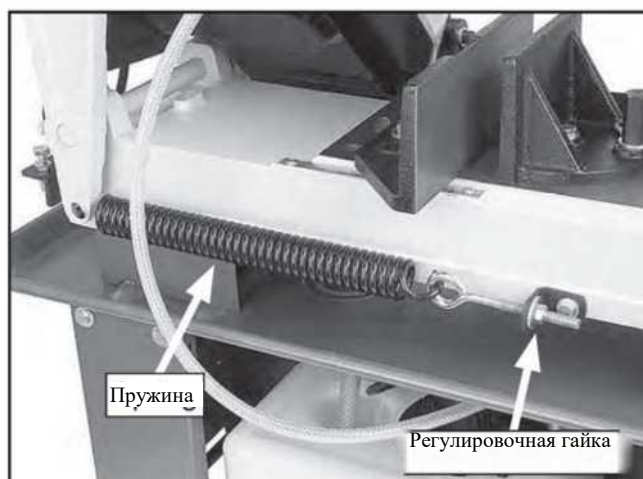

Рисунок 20. Расположение регулировочной гайки.
2. Отрегулируйте натяжную пружину давления подачи путем поворота регулировочной гайки (см. **Рисунок 20**). Выполните затяжку до момента устранения люфта, но без натяжения пружины.